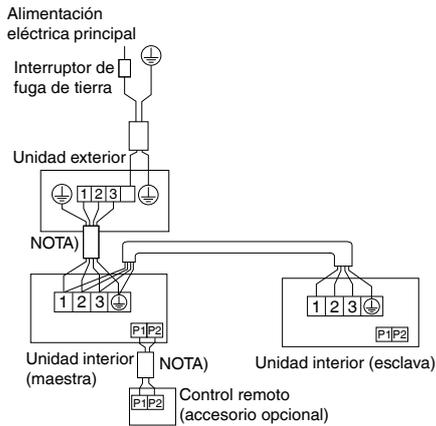

Fig. 30
- **Sistema de operación simultánea:** 1 control remoto controla 2 unidades interiores (2 unidades interiores operan igualmente). **(Consulte la Fig. 30)**
- (1) Retire la tapa de la caja de control. (Vea "8. INSTALACIÓN DEL CABLEADO ELÉCTRICO".)
- (2) Entrelace el cableado del bloque de terminales para el control remoto (P₁, P₂) dentro de la caja de control. (No existe polaridad). (Consulte la Fig. 30 y la Tabla 5)